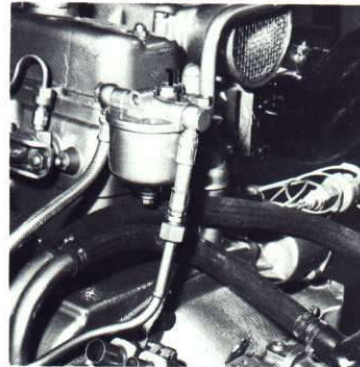

fig.9
- Dévisser la purge du filtre à carburant 1 [fig. 9] ;